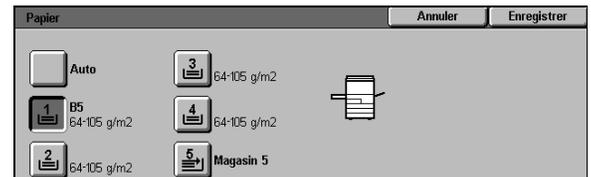

Figure 23 : Écran Alimentation papier
- 1 Appuyez sur la touche **Suite...** sous Alimentation papier dans l'onglet Fonctions standard afin d'accéder à l'écran illustré à la figure 23.